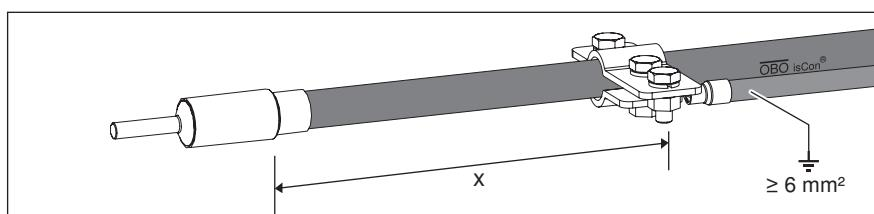

Рис. 57: Расстояние между соединителем и скобой уравнивания потенциалов
- Подключите соединитель к системе уравнивания потенциалов с помощью проводника $\geq 6 \text{ mm}^2$ из меди или эквивалентного по проводимости материала (см. Рис. 57).